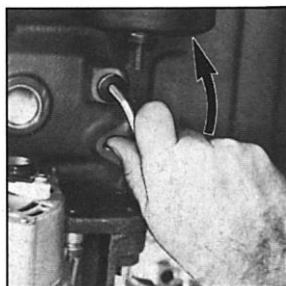
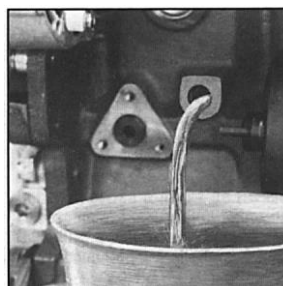

Рис.82.2
Рис.82.3
- Выверните пробку и слейте в емкость охлаждающую жидкость из блока двигателя (рис.82.2, рис.82.3).